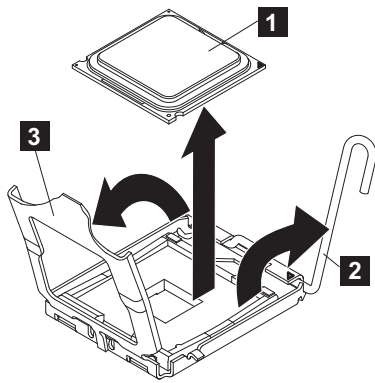

図 194. SAN ポリウム・コントローラー 2145-DH8 のマイクロプロセッサ・ブラケット・フレームを開く
1. マイクロプロセッサを挿入するための準備としてソケットを開くには、マイクロプロセッサを取り外すときに行ったのと同様に、解放レバー (249 ページの図 194 の **2**) を下げて外向きに押し、完全に開いた位置で停止するまで、マイクロプロセッサ解放レバーを持ち上げます。